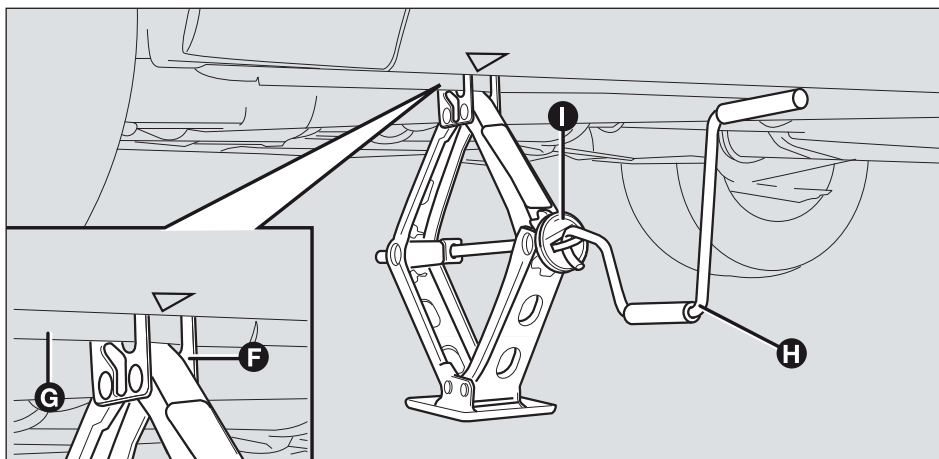

fig. 124
- ☐ assicurarsi che la scanalatura F-fig. 124 del cric sia ben calzata sull'aletta G del longherone;